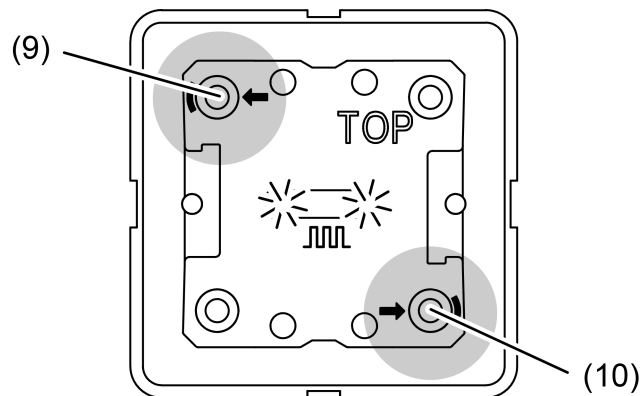

Bild 6: Tasten zur Aktivierung des Programmiermodus
- Programmiermodus aktivieren: Taste oben links (9) drücken und halten. Anschließend Taste unten rechts (10) drücken (Bild 6).
- Taste oben links und Taste unten rechts (Bild 6) drücken und halten.
- Taste oben links und Taste unten rechts (Bild 6) drücken und für > 5 Sekunden halten.